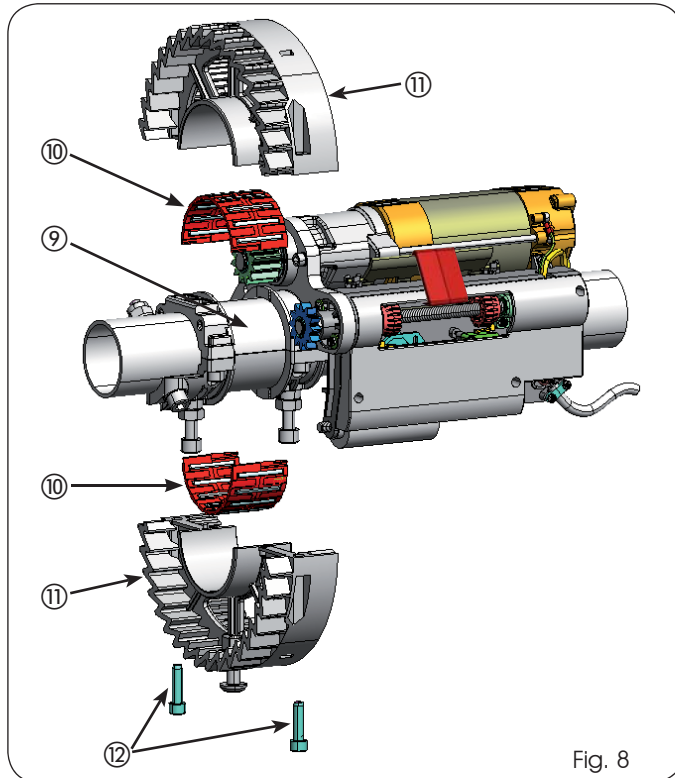

Fig. 8
7. Nettoyer minutieusement la surface de la bride (réf. (9) Fig. 8) en veillant à enlever tout dérivé métallique du perçage précédent;
8. Insérer sur la bride les deux parties du palier à rouleaux (réf. (10) Fig. 8) et les encastrer de manière à former un corps unique;
9. Assembler la couronne de transmission (réf. (11) Fig. 8) avec les deux vis en réf. (12);